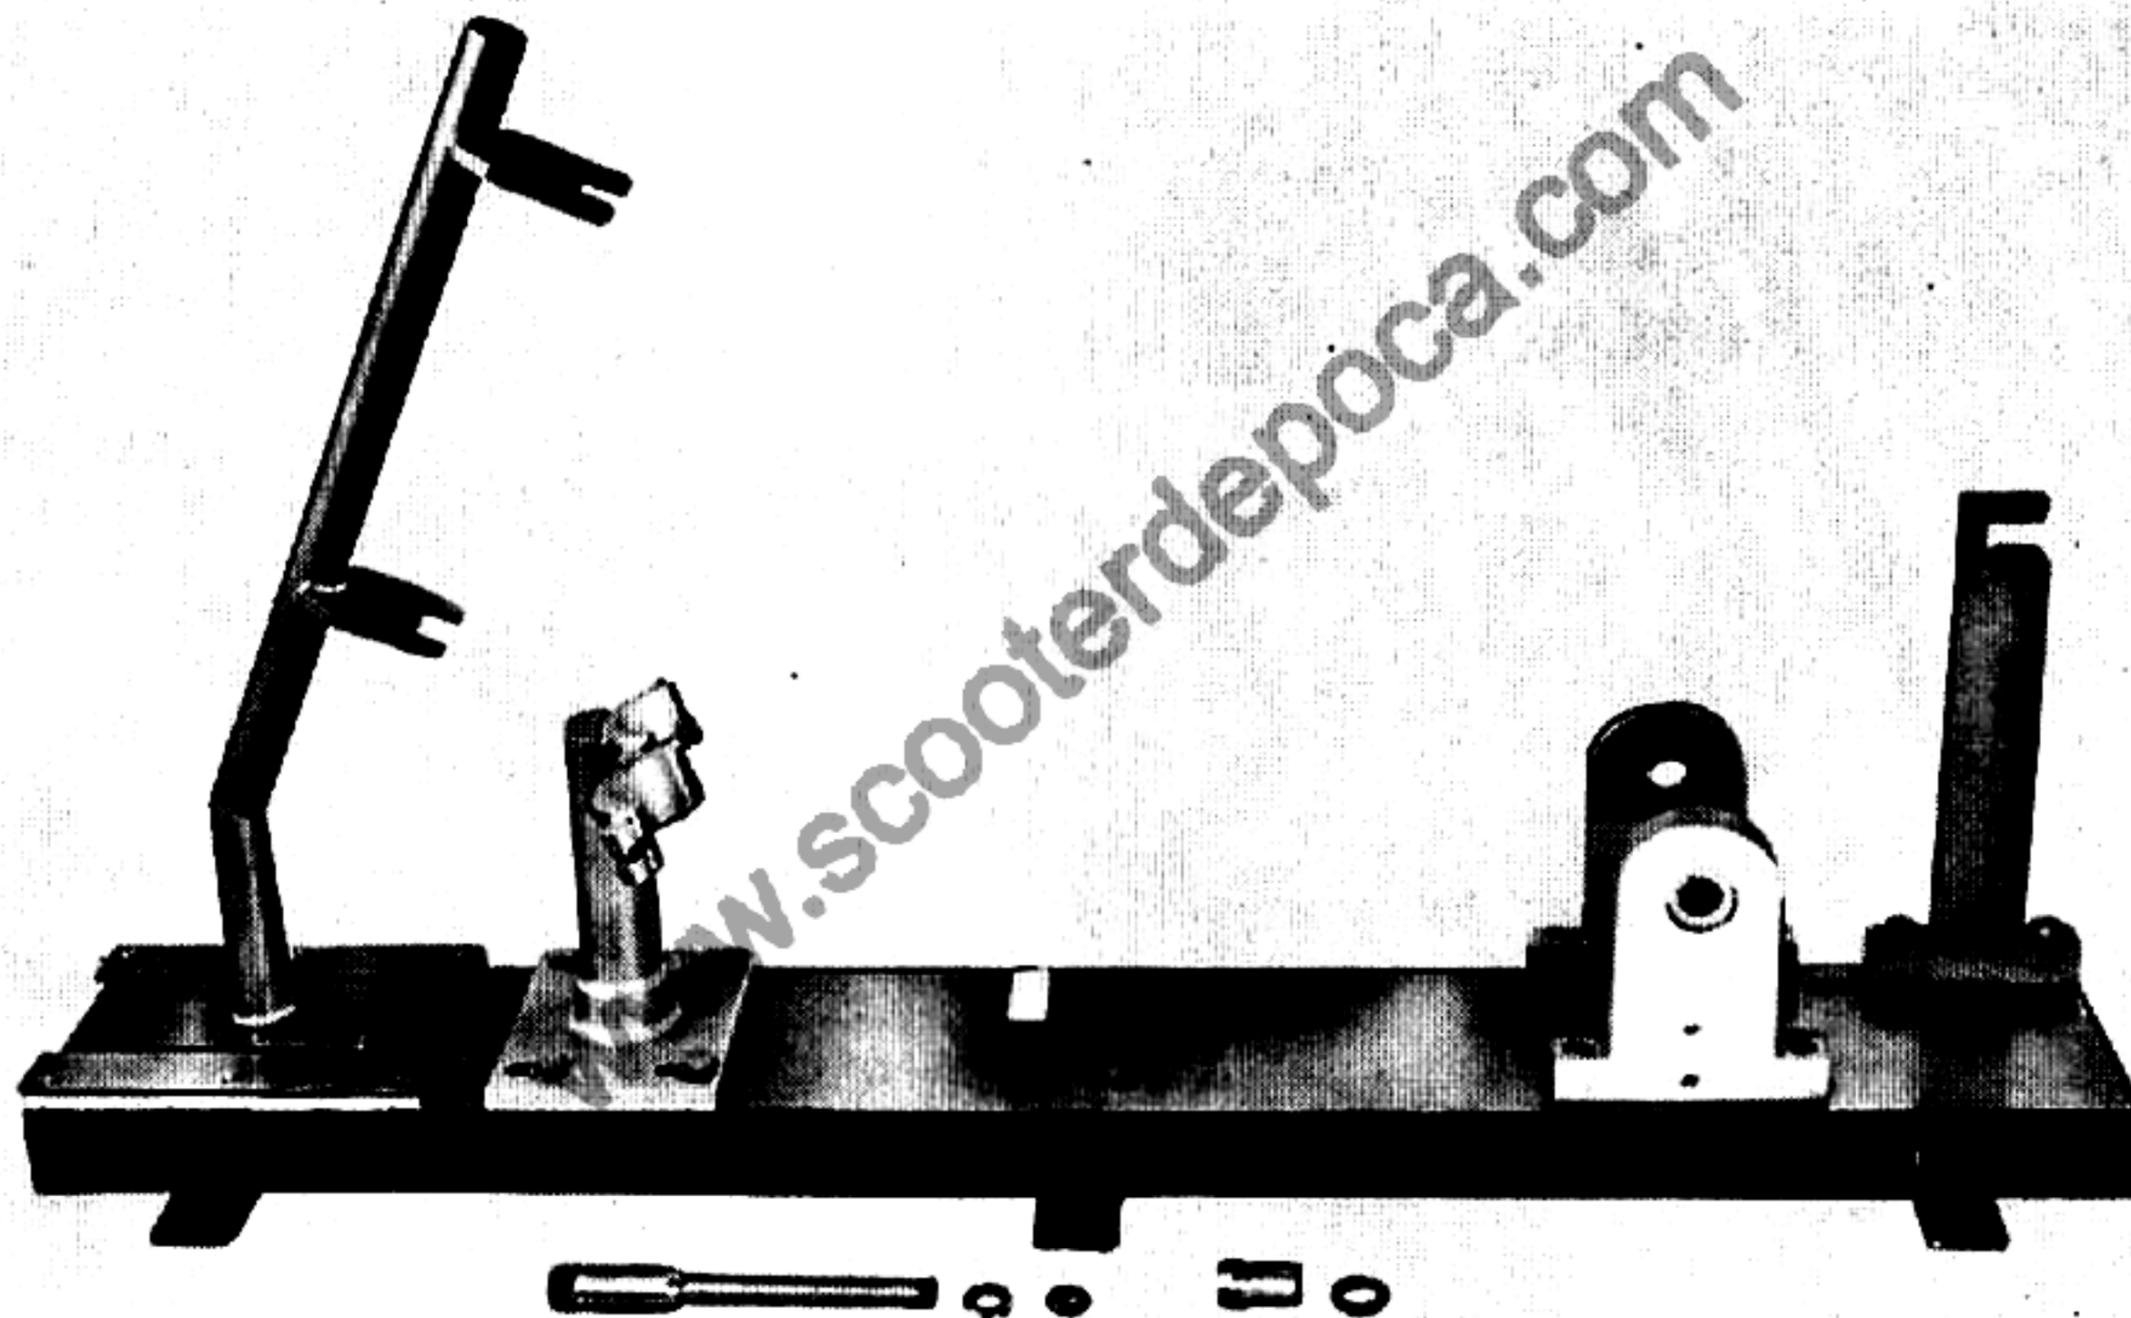

Fig. 63
**b) RADDRIZZATURA DELLA PARTE ANTERIORE DEL TELAIO, attrezzo n. 58927, fig. 63.**